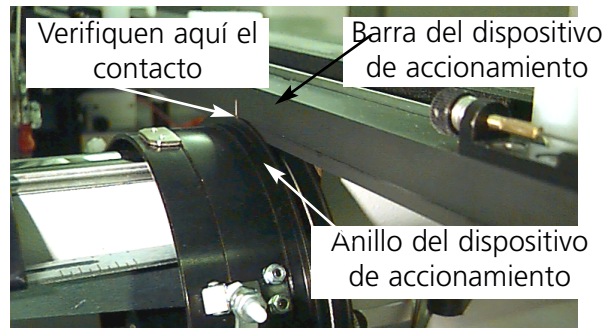

Figura 3-12
12. Nivelen Vds. la abrazadera del interface. Para efectuar esto, muevan primero el soporte del bastidor completamente a la izquierda, empujando el carro X. Convenganse Vds. de que no hay espacio libre entre la barra del dispositivo de accionamiento y el anillo del dispositivo de accionamiento (vean la Figura 3-12). Si necesario, aprieten la barra ligeramente hacia abajo y atornillen el tornillo de cabeza hexagonal correspondiente, en el soporte del interface. Luego, empujando el carro X, muevan Vds. el soporte del bastidor completamente a la derecha y repitan el procedimiento.